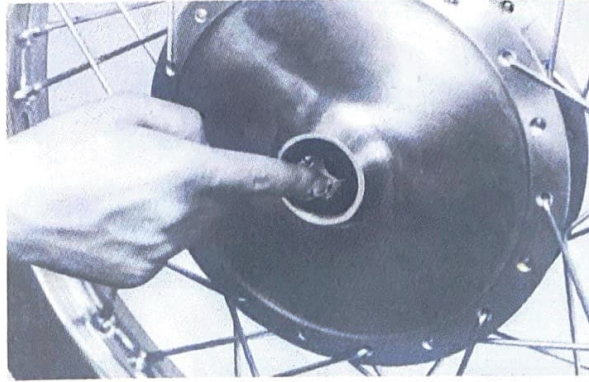

Fig. 23
3. Apply a thin coat of lithium base grease to the oil seal in the wheel hub. (Fig. 23)
3. Appliquer une légère couche de graisse à base de lithium sur la bague d'étanchéité prévue dans le moyeu de roue. (Fig. 23)